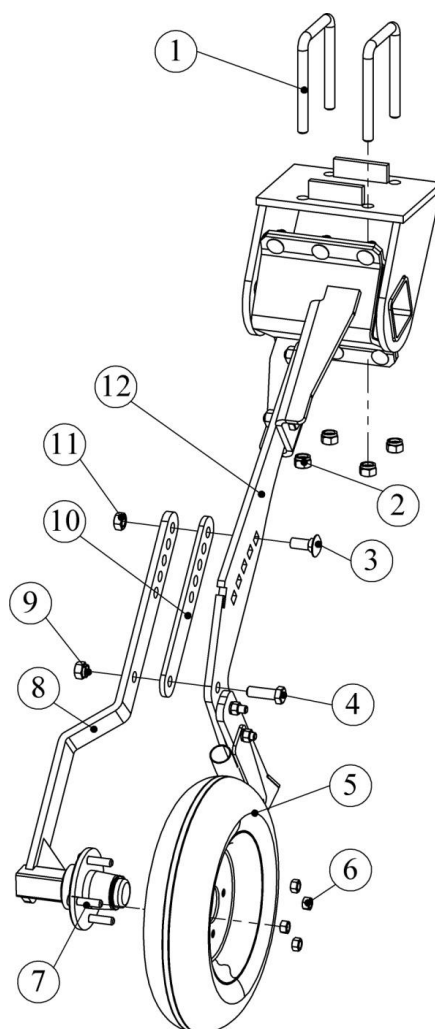

Рис. 4.5.5.1. Анкерный рабочий орган.
4.5.5.1. Установите анкерный рабочий орган на раму при помощи двух стремянок М16х100х100 (1) с гайками, шайбами пружинными и шайбами плоскими (2) (см. рис. 4.5.5.1). На ступицы рабочих органов установите прикатывающие колёса (5) и зафиксируйте ступичными гайками М12 (6).
Перечень деталей для одного органа (см. рис. 4.5.5.1):